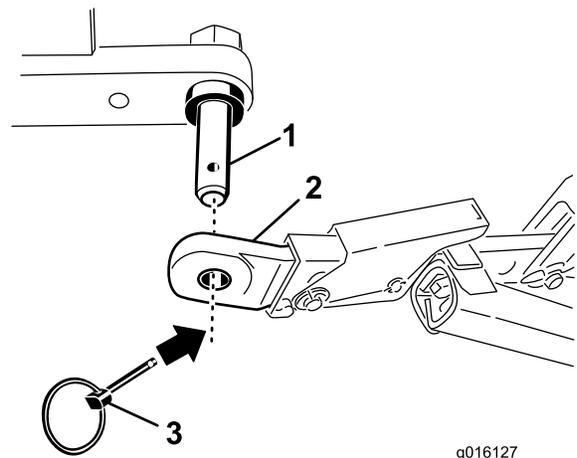

Figura 3
4. Sujete los brazos de enganche inferiores a los bulones de enganche del aireador con pasadores de seguridad (Figura 3).